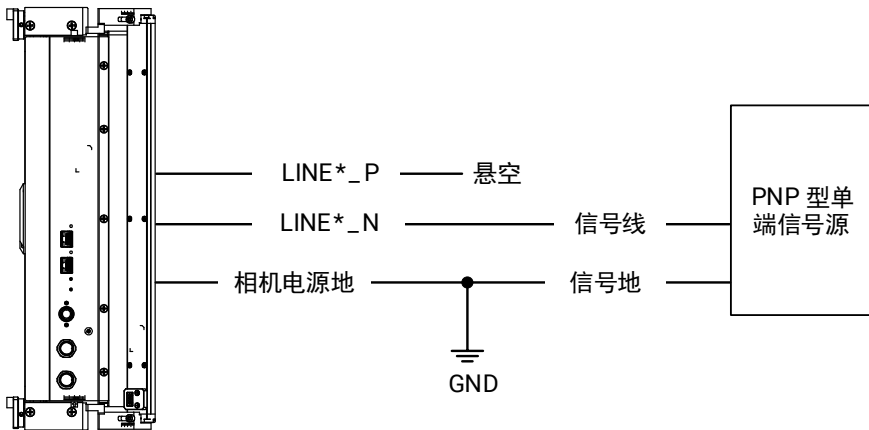
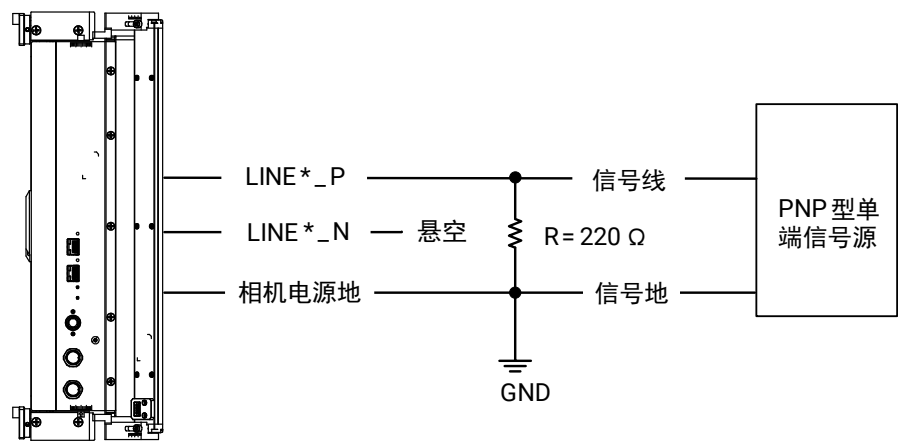

图5-4 PNP 单端输入接线
图5-5 PNP 单端输入接线（需下拉电阻）
- PNP 型单端信号源提供信号源时，有两种不同的接法，如 图5-4 和 图5-5 所示。